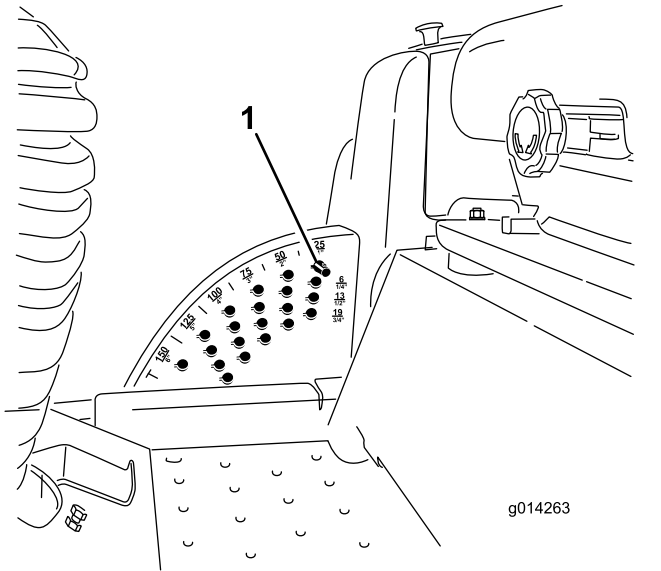

图26
1. 在发动机运行的同时向后推刀盘提升开关直至剪草机刀盘完全升起然后**立即松开开关**图26。
2. 旋转限位销直至销上的小块与剪草高度支架孔内的槽在一条线上然后取下限位销图26。
3. 选择剪草高度支架对应所需剪草高度的孔插入限位销将其向下旋转并锁定到位图26。
注意 共有 4 排孔的位置图26。最上面的一排是高于限位销的列明剪草高度。其下第二排的剪草高度为列明剪草高度加 6mm。其下第三排的剪草高度为列明剪草高度加 12mm。最下面一排的剪草高度为列明剪草高度加 18mm。15.8cm 位置仅有 1 个孔位于第二排。此孔不需添加 6mm 即可到达 15.8cm 的位置。